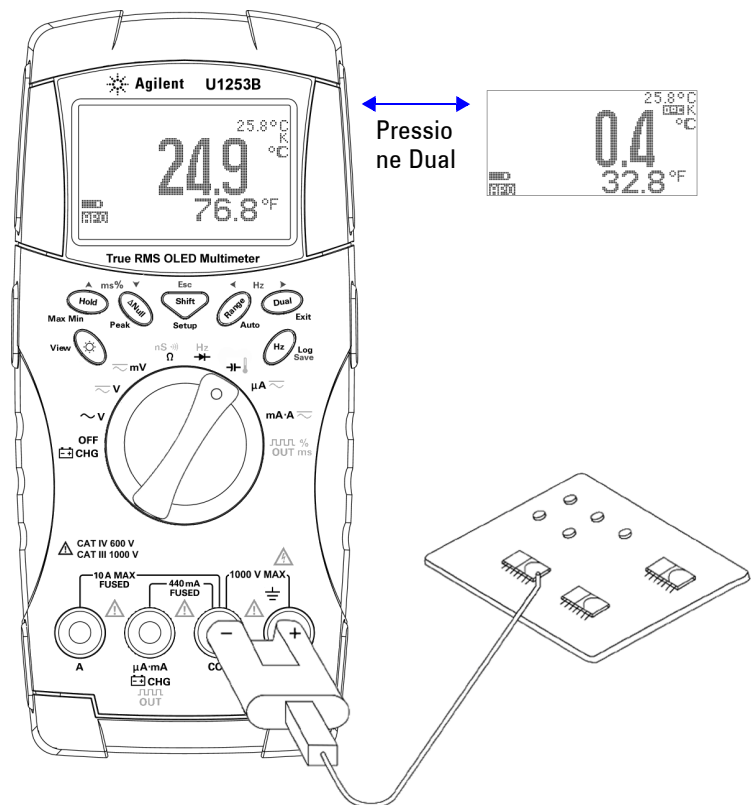

Figura 2-14 Medição de temperatura de superfície
- 3 Conecte o adaptador do termopar (com a ponta de prova do termopar ligada a ele) aos terminais de entrada **TEMP (vermelho)** e **COM (preto)** (como visto na Figura 2-14 na página 53).